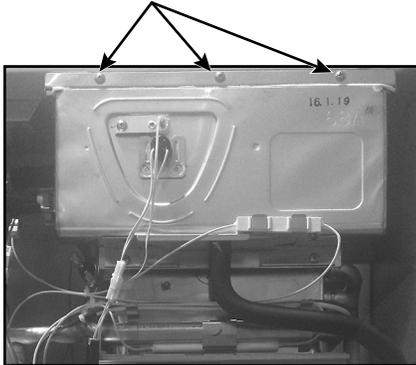

Figure 63
- 12.8 Retirez les trois vis situées en haut de l'échangeur de chaleur secondaire, qui le retiennent au boîtier du chauffe-eau. Voir Figure 63. Conservez les vis.
5. Insérez et serrez à la main les trois vis illustrées à la Figure 63, page 64. Cela permettra de fixer l'assemblage de l'échangeur de chaleur au boîtier.